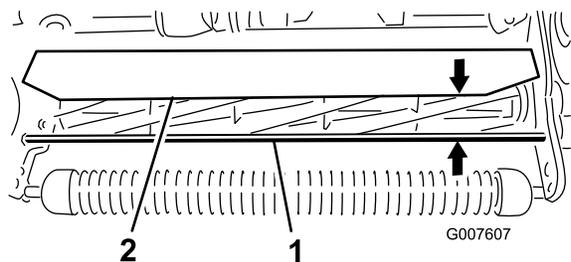

Figura 51
- Mida la distancia desde la parte superior de la varilla de soporte delantera hasta el borde delantero del deflector en cada extremo de la unidad de corte (Figura 51).